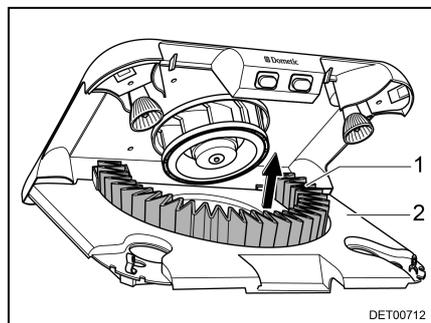

Bild 98 Aktivkohlefilter wechseln
- Aktivkohlefilter (Bild 98,1) nach oben aus der Halterung herausnehmen.
- Filterträger (Bild 98,2) nach oben schwenken, bis er einrastet.